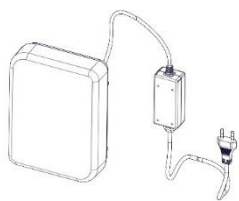

Figura 3
4. Cerrar la cubierta (ver la Figura 3).